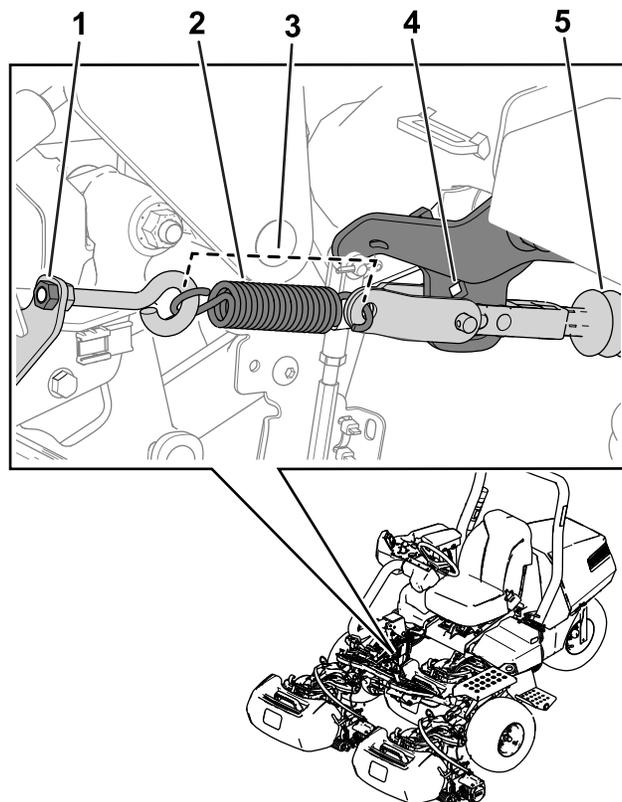

Bild 24
2. Ziehen Sie die Mutter der Ringschraube für die Bremszylinderfeder so fest, dass die Feder eine Länge von 11,4 cm (4,5") hat; siehe Bild 24.